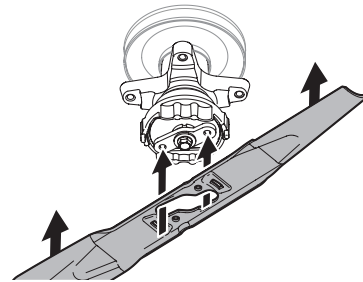

Figura 4
3. Posicione la cuchilla debajo del conjunto del husillo, y alinee con cuidado el orificio grande del centro de la cuchilla sobre el retenedor de cuchillas del tractor. Consulte la Figura 4.
4. Empuje la cuchilla hacia arriba contra el adaptador de la cuchilla hasta que el collarín que está arriba se eleve. Consulte la Figura 4.